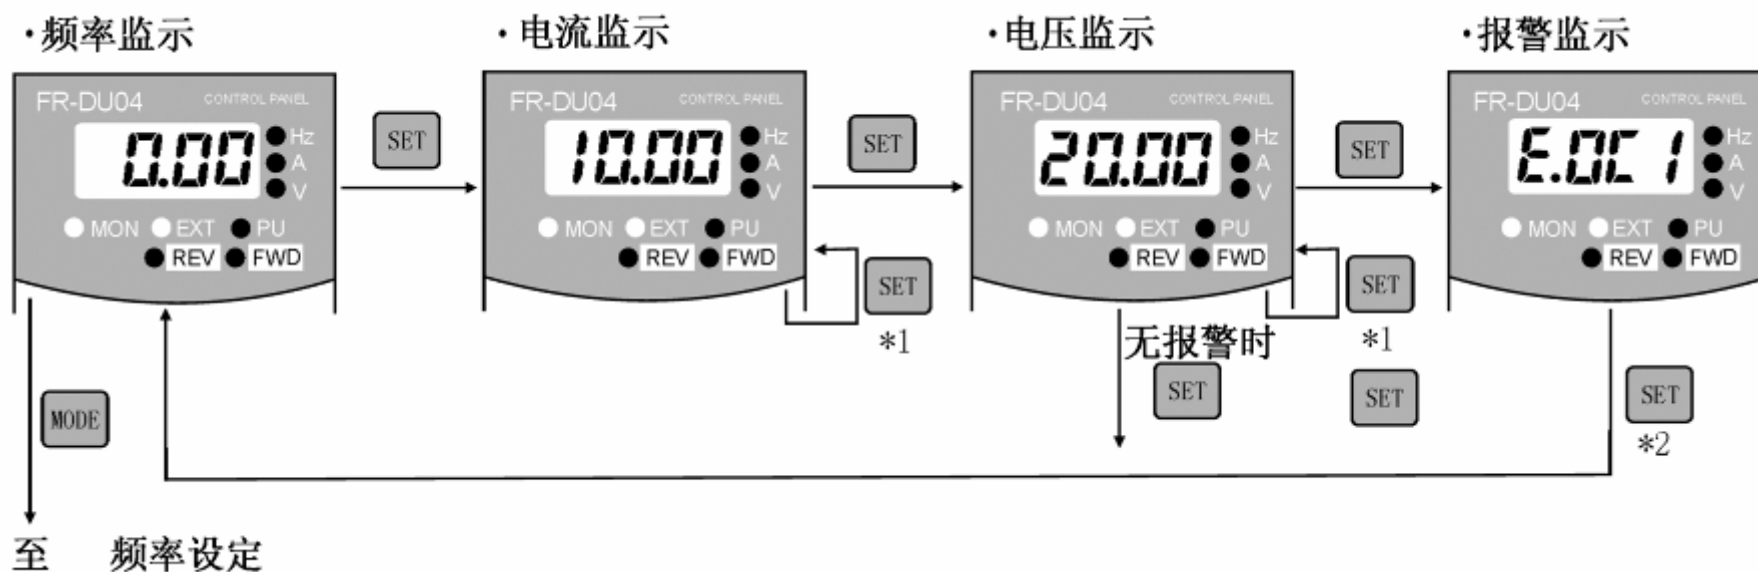

图9-6 改变监视类型的操作
(2) 监视模式，在监视模式下，按SET键可改变监视类型，其操作如图9-6所示。